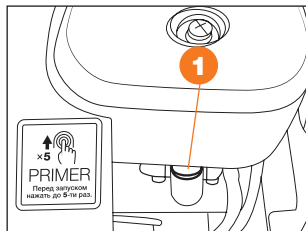

Рис. 14
- Нажмите на ручной топливный насос **1** (праймер) 3-5 раз, до циркуляции топлива (Рис. 14).